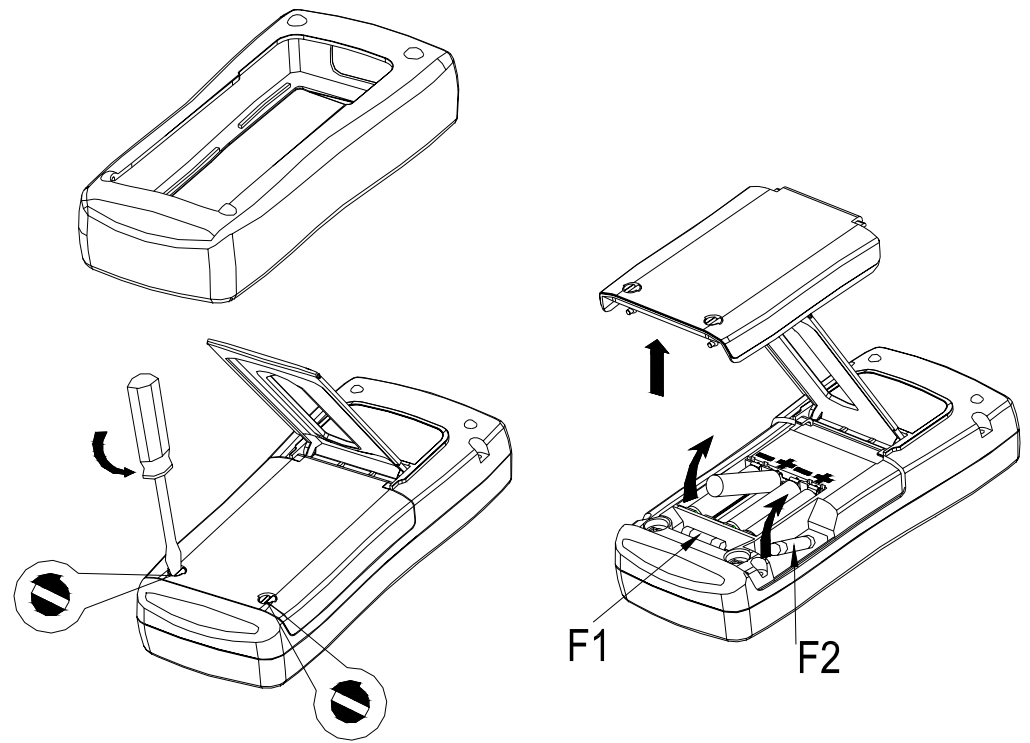

图 9. 更换电池和保险丝
更换电池，参看图9。使用四个AAA 碱性电池。
4. 如果仪表的输出不随面板设定值的改变而改变表示保险丝F1已熔断。若保险丝已熔断，请按以下步骤更换保险丝。若有需要，请参考图9：